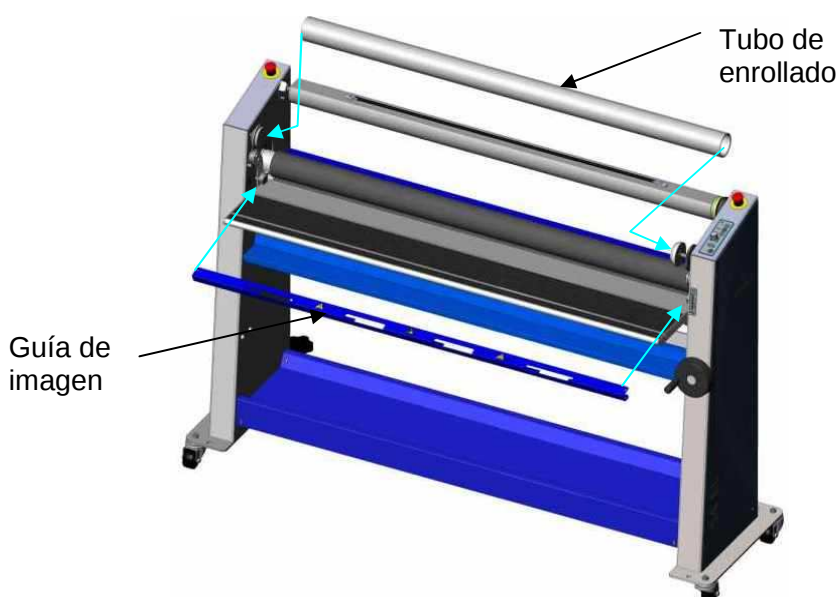

Figura 5
12. Instale la guía de imagen en la mesa tal y como aparece en la figura 5.
13. Instale el tubo de enrollado en el muelle de compresión del lateral derecho en primer lugar y, a continuación, inserte el lado izquierdo en el motor (figura 5).